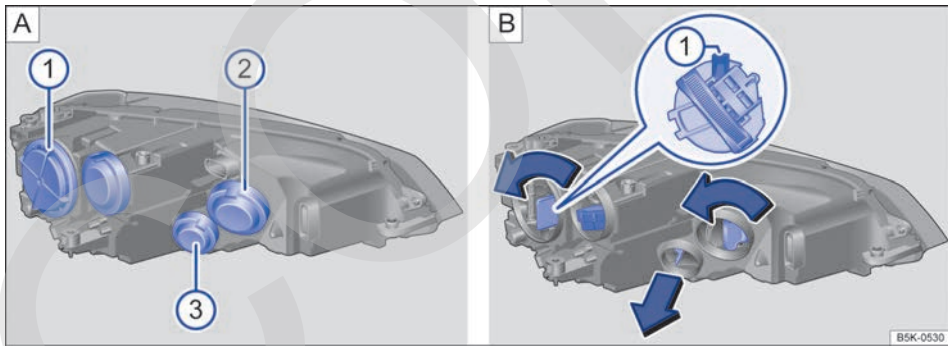

Fig. 189 En el vano motor: tapas en el faro izquierdo: ① luz de cruce, ② luz de carretera, luz de posición y luz de conducción diurna, ③ intermitente.
→ fig. 189
- ① Tenga en cuenta la lista de comprobación y lleve a cabo las operaciones descritas en ella → pág. 231.
- ② Abra el capó del motor ⚠ → pág. 252. ▶
- ③ Desmonte la tapa de goma correspondiente de la parte posterior del faro. Dependiendo de la versión, puede que vaya montada una tapa de plástico duro. Gire la tapa en el sentido contrario al de las agujas del reloj y desmóntela.
- ④ **Luz de cruce** ①: Gire el portalámparas en el sentido contrario al de las agujas del reloj, hasta el tope, y extráigalo con cuidado hacia atrás junto con la lámpara.
**Luz de posición:** Extraiga el portalámparas pequeño ② junto con la lámpara hacia atrás.
**Luz de carretera/luz de conducción diurna** ②: Gire el portalámparas en el sentido contrario al de las agujas del reloj, hasta el tope, y extráigalo con cuidado hacia atrás junto con la lámpara.
**Intermitente** ③: Tire del portalámparas, junto con la lámpara, hacia atrás y extráigalo del orificio lateralmente con cuidado.
- ⑤ Sustituya la lámpara averiada por otra nueva del mismo tipo.
- ⑥ **Luz de cruce** ①: Coloque el portalámparas en el faro con la pestaña de encastre hacia arriba → fig. 189  ① y gírelo en el sentido de las agujas del reloj hasta el tope.
**Luz de posición:** Coloque el portalámparas pequeño ② en el faro con cuidado y presiónelo hacia delante hasta que encastre.
**Luz de carretera/luz de conducción diurna** ②: Coloque el portalámparas en el faro y gírelo en el sentido de las agujas del reloj hasta el tope.
**Intermitente** ③: Coloque el portalámparas en el faro con cuidado y presiónelo hacia delante hasta que encastre.
- ⑦ Coloque la tapa de goma o de plástico duro y gírela en el sentido de las agujas del reloj hasta el tope.
- ⑧ Cierre el capó del motor → pág. 252.